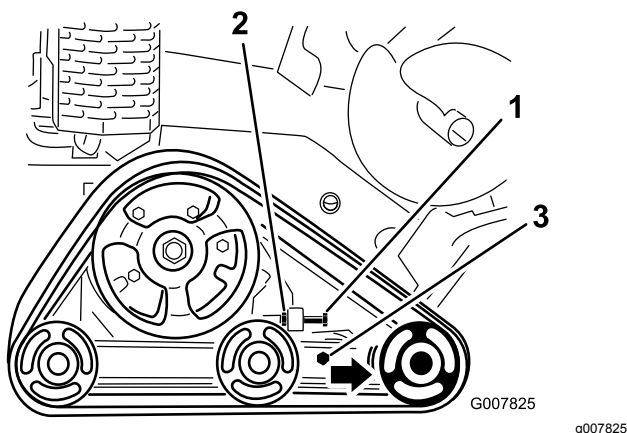

Figure 46
3. Desserrez l'écrou de blocage sur le boulon de réglage de tension de la chenille et les boulons de serrage du bras de tension (Figure 46).
4. Serrez le boulon de réglage de tension à un couple de 32,5 à 40 N·m (24 à 30 pi-lb) pour tendre la chenille (Figure 46).
4. Desserrez le boulon de réglage de tension et l'écrou de blocage (Figure 46).
5. Desserrez les boulons de serrage (Figure 46).